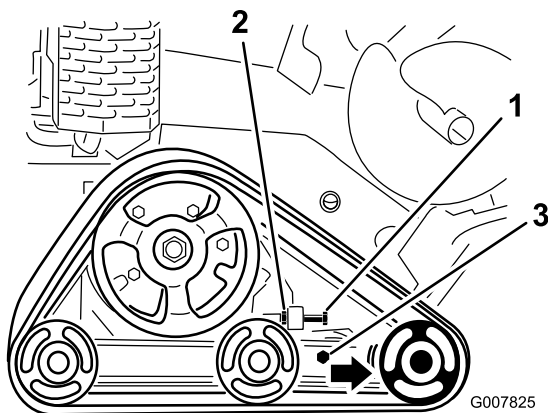

Figura 48
3. Allentate il controdado sul bullone di tensionamento dei cingoli e i bulloni del serrafilo sul braccio di tensione (Figura 48).
4. Serrate il bullone di tensionamento a un valore compreso tra 32,5 e 40 Nm per stringere il cingolo (Figura 48).
4. Allentate il bullone di tensione e il controdado (Figura 48).
5. Allentate i bulloni serrafilo (Figura 48).